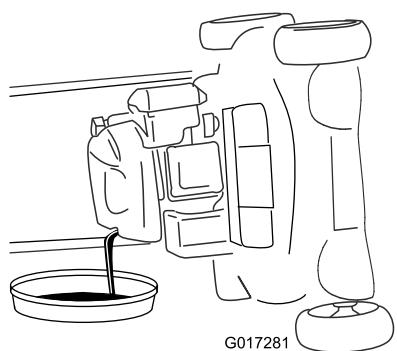

Bild 33
4. Kippen Sie die Maschine seitlich (Luftfilter nach oben), um das Altöl aus dem Öleinfüllstutzen abzulassen (**Bild 33**).